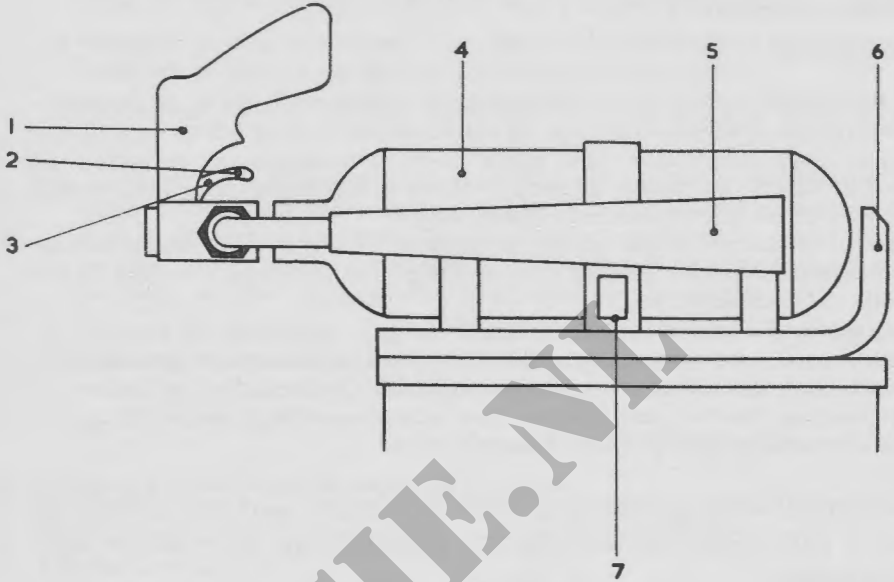

Fig. 62. CO2-handbrandblusapparaat (Minimax)
- 330.** De CO2 handbrandblusser (Minimax) (fig 62)
### 332. De CO2 handbrandblussers (fig 62)